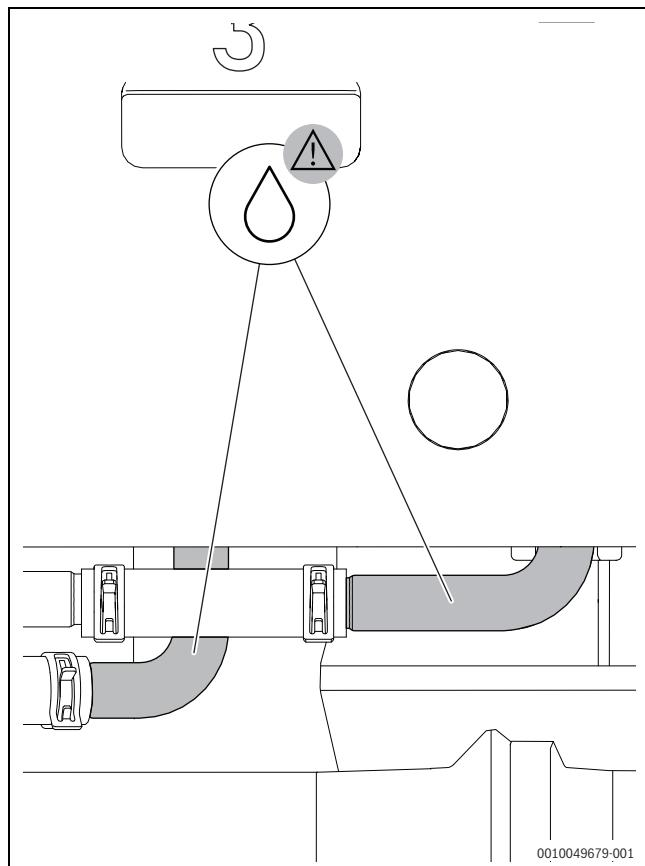

Bild 18 Röhren, die isoliert werden müssen, wenn der Kühlbetrieb bei Temperaturen unter dem Taupunkt verwendet wird.
- Um eine Wärmebrücke zu verhindern, muss der Installateur die Wärmerohre isolieren (siehe → Bild 18 "Röhren, die isoliert werden müssen, wenn der Kühlbetrieb bei Temperaturen unter dem Taupunkt verwendet wird.").